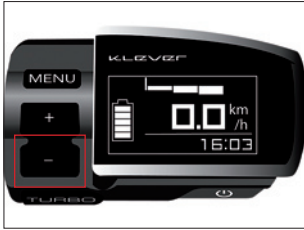

Bild 3
**Minus ( - ) Taste (Bild 3)**